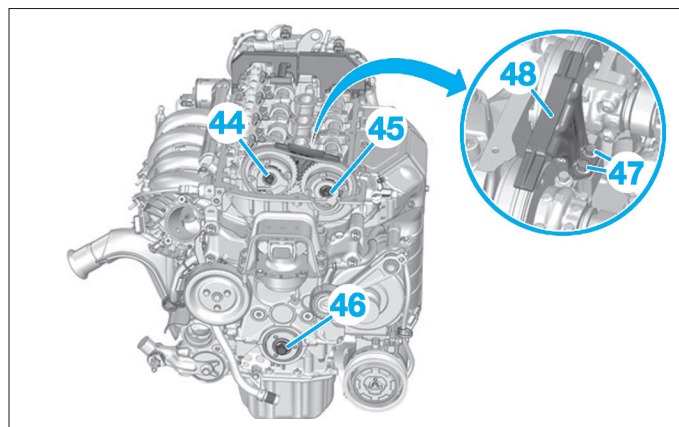

Fig. 21
- les vis de fixation (44) et (45) des poulies d'arbres à cames (Fig.21),
- la vis de fixation (46) du pignon de vilebrequin.
- les 2 vis de fixation (47) du patin antibattement (48),
- le patin antibattement (48),
- le patin antibasculement (48) (Fig.21),